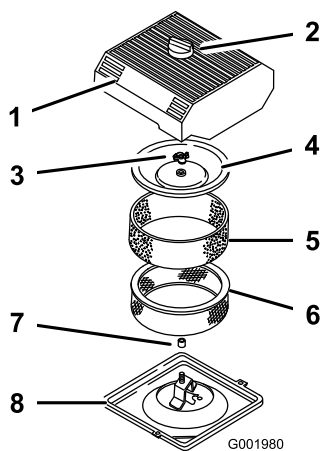

Figura 43
3. Pulite intorno al filtro dell'aria per evitare che la morchia possa penetrare nel motore provocando gravi danni (Figura 43).
4. Svitare la manopola sul coperchio del filtro dell'aria e togliete il coperchio (Figura 43).
5. Togliete con cautela l'elemento in schiuma sintetica dall'elemento di carta (Figura 43).
6. Svitare il dado del coperchio e togliete sia il coperchio che l'elemento di carta (Figura 43).
1. Infilate con cautela l'elemento in schiuma sintetica sopra l'elemento di carta del filtro dell'aria (Figura 43).
3. Avvitare a fondo, manualmente, il dado contro il coperchio (Figura 43).
- Montate il coperchio del filtro dell'aria e la manopola (Figura 43).